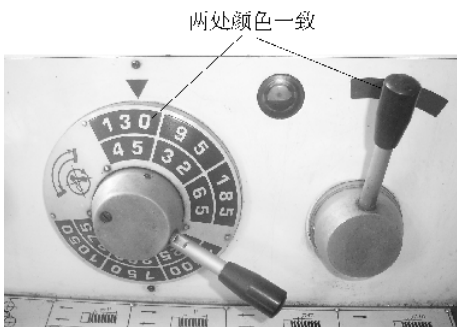
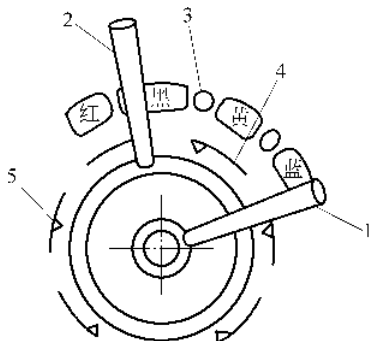

图 1-6 主轴转速调整
图 1-7 CA6140 型车床的变速手柄示意图
- ① 将车床电源开关关闭,以防止因操作不熟练引起的动作失误而损坏车床。
- ② 擦干净车床外表面及各手柄。
- ③ 拨动主轴变速手柄至对应转速位置,如图 1-6 所示。
主轴的变速机构安装在床头箱内,变速手柄在床头箱的前表面上。操作时通过扳动变速手柄,可拨动床头箱内的滑移齿轮,以改变传动路线,使主轴得到不同的转速。在进行变速操作之前,首先要了解主轴箱上的速度标记方式。有些车床的转速是用表格形式标出的;有些车床则是在其中一个手柄边上标出速度(如图 1-6 所示),并用颜色来确定其他手柄的位置。表格形式的变速方法比较简单,只需在表格上查到所需的转速,把变速手柄扳到表中指示的位置即可。如图 1-7 所示为 CA6140 型车床的变速手柄示意图,手柄甲 1 与速度值相对应,手柄乙 2 与色块相对应。变速时,先找到所需的转速,将手柄甲 1 转到需要的转速处,对准箭头,根据转速数字的颜色,再将手柄乙 2 拨到对应颜色处。